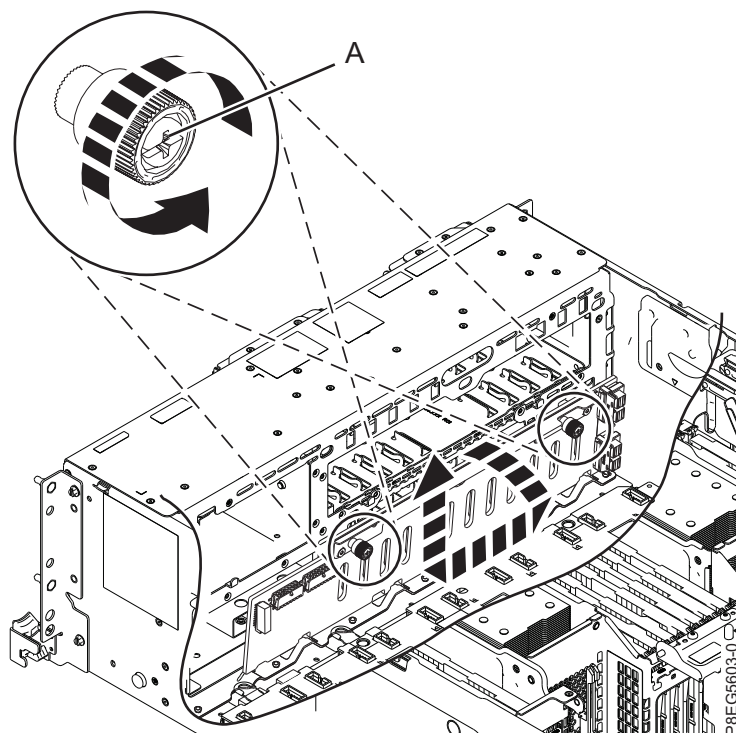

Figura 5. Removendo o painel traseiro da unidade de disco
7. Desaperte cuidadosamente os parafusos de aperto manual do painel traseiro da unidade de disco (A) até soltar totalmente, conforme mostrado na Figura 5.
8. Incline o painel traseiro da unidade de disco na direção mostrada na Figura 5 e, em seguida, deslize-o para a lateral de modo que os recortes do painel traseiro saiam das guias do chassi.